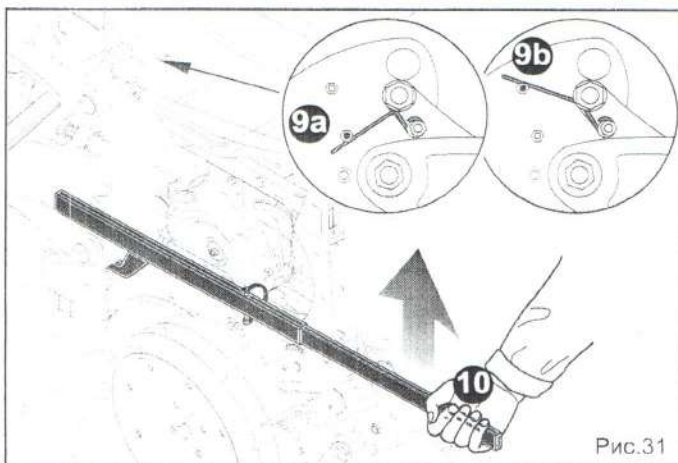

Рис.31
- Подвесить пружину в положение «9а» (Рис. 31).
- Поднять сеялку, используя рычаг (10, Рис. 31).
- Для опускания сеялки в рабочее положение подвесить пружину в положение «9b» (рис. 31) и поднять сеялку для устранения блока, используя рычаг (10, рис. 31).